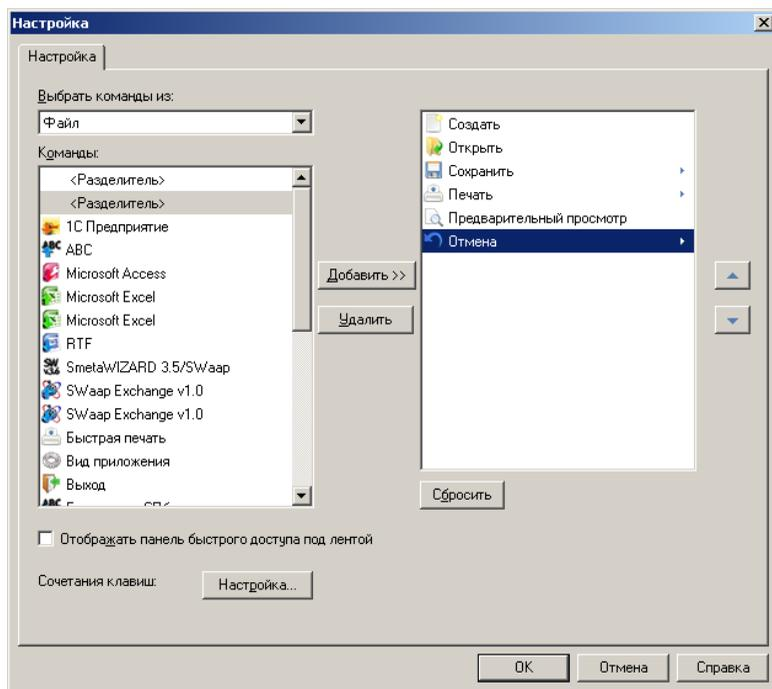
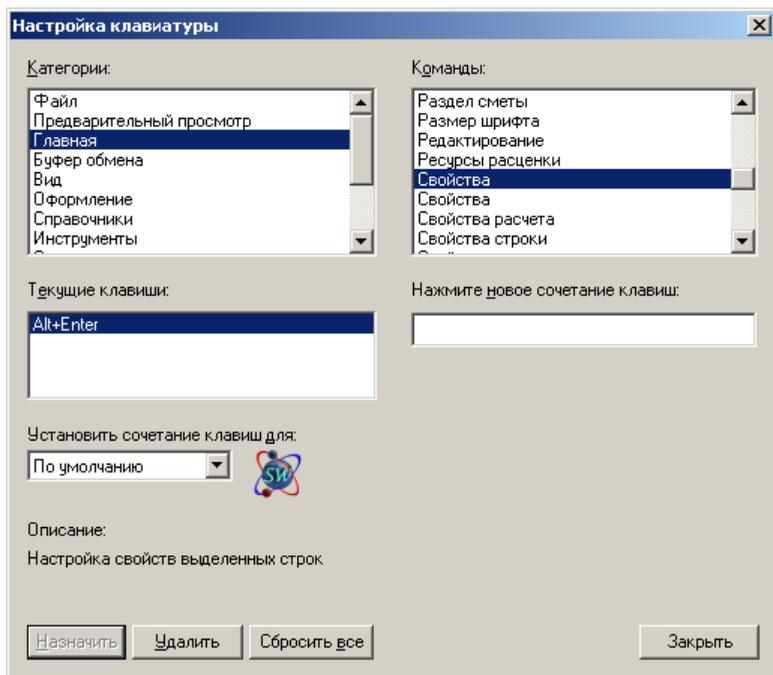

Рис. 6.9 Диалоговое окно «Настройка».
Рис. 6.10 Диалоговое окно «Настройка клавиатуры».
- 3) Откроется диалоговое окно «Настройка» (Рис. 6.9), в котором производится настройка панели быстрого доступа.
Для назначения сочетания клавиш для команды необходимо в диалоговом окне «Настройка» (Рис. 6.9) нажать на кнопку «Настройка». Откроется диалоговое окно «Настройка клавиатуры» (Рис. 6.10) в котором производится назначения сочетаний клавиш.